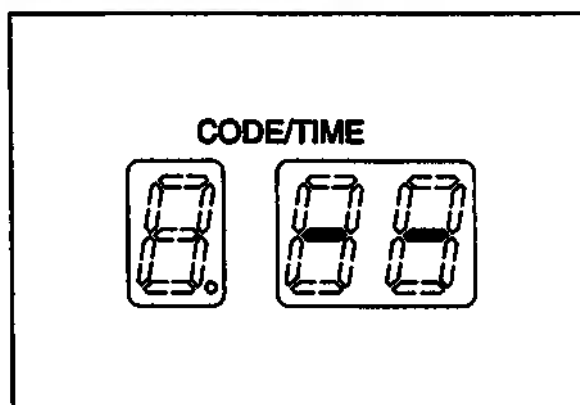

Рис. 5.14
5. Через 10 минут раздаётся зуммерный сигнал и на дисплее «CODE/TIME» отображается знак «---», показывающий завершение процесса (см. рис. 5.14).